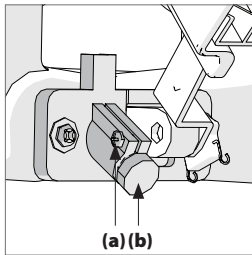

Abb. 6
- Lockern Sie die Klemmschraube (**Abb. 6, a**)
- Drehen Sie das Lasermodul (**Abb. 6, b**) vorsichtig, bis die Linie parallel zu den Markierungen auf dem Karton verläuft.